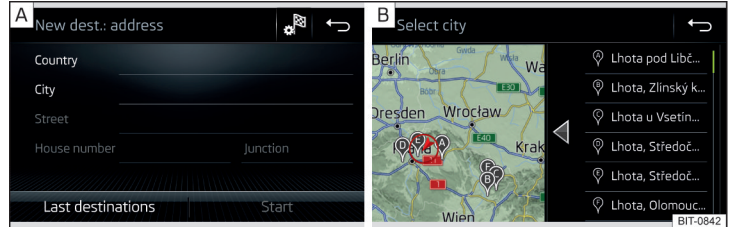

Abb. 217 Ziel über die Adresse eingeben: Hauptmenü / Liste der aufgesuchten Orte
- Die Zieladresse eingeben und anschließend bestätigen » Abb. 217 - **A**.
In Abhängigkeit von der Anzahl der aufgesuchten Orte kann automatisch eine Karte mit einer Liste der aufgesuchten Orte angezeigt werden » Abb. 217 - **B**.